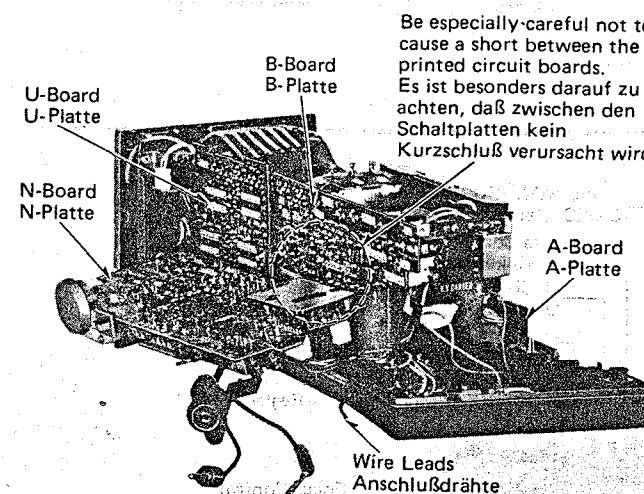

Fig. 5 Abb. 5
3. Unsolder the wire leads which is connected to A-Board shown in Fig. 5.
4. Flip down the N-Board as shown in Fig. 5.
3. Die in Abb. 5 gezeigten Anschlußdrähte, die an die A-Platte angeschlossen sind, loslöten.
4. Die N-Platte herunterklappen, wie in Abb. 5 gezeigt.